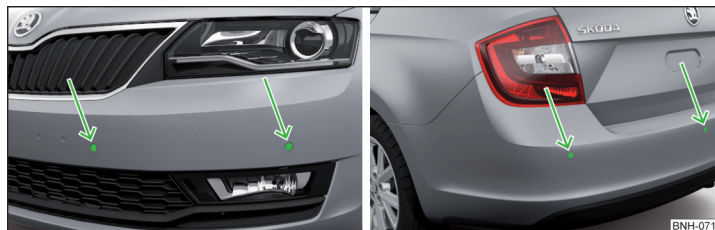

Fig. 192 Locul de amplasare al senzorilor de pe partea stângă a autovehiculului: față/spate
- Mențineți senzorii sistemului » **fig. 192 la pagina 174** curați, fără zăpadă sau gheață și nu îi acoperiți cu niciun fel de obiecte, pentru a nu limita funcționarea sistemului.
Sistemul calculează cu ajutorul undelor de ultrasunete distanța dintre bara de protecție și un obstacol. Senzorii cu ultrasunete se găsesc în bara de protecție spate, respectiv și în bara de protecție față, în funcție de dotarea autovehiculului » fig. 192.